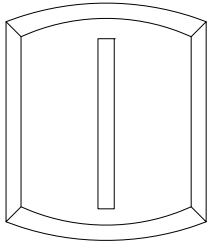

Abb.1 Einsetzen der Sprosse
- Mit der Bohrlehre T015 (bzw. Bohrbild Seite 3) wird der Flügel mit $\varnothing 3$ mm (3) und die Aufnahme für die Zentrierung mit $\varnothing 7,5$ mm gebohrt
- Den Verbinder J040 (4) auf die gefräste Sprosse (1) aufsetzen und mit 2 Senkschrauben $\varnothing 4,2 \times 35$ mm (5) in den Schraubkanälen der Sprosse (1) befestigen.
- Zum Einsetzen der Sprosse (1) den Flügel (2) auseinander drücken (Abb.1). Die Sprosse (1) im Flügel (2) positionieren und mit 4 Senkschrauben $\varnothing 3,9 \times 19$ mm (6) verschrauben.